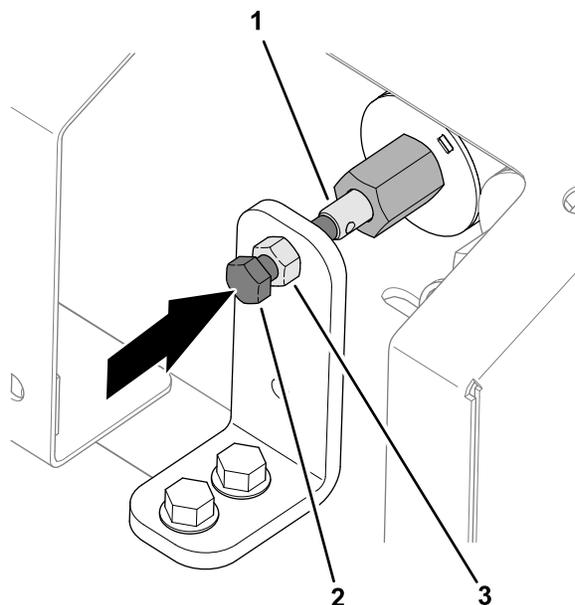

Рисунок 30
1. Ослабьте контргайку на кронштейне для перехода на ручное управление (**Рисунок 30**).
2. Поверните винт с шестигранной головкой, предназначенный для ручного управления клапаном, по часовой стрелке для увеличения скорости движения транспортера (**Рисунок 30**).